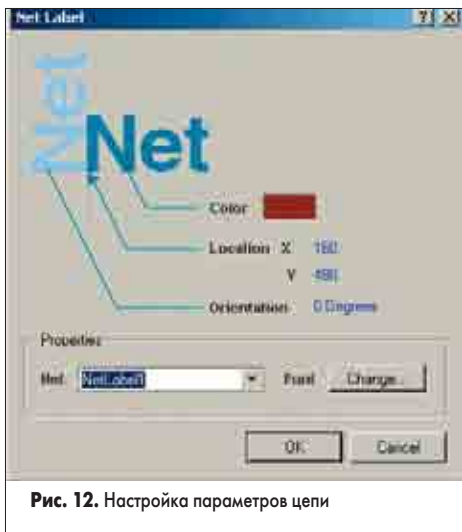

Рис. 12. Настройка параметров цепи
2. Нажмем клавишу Tab, после чего откроется окно редактирования параметров метки цепи (рис. 12).